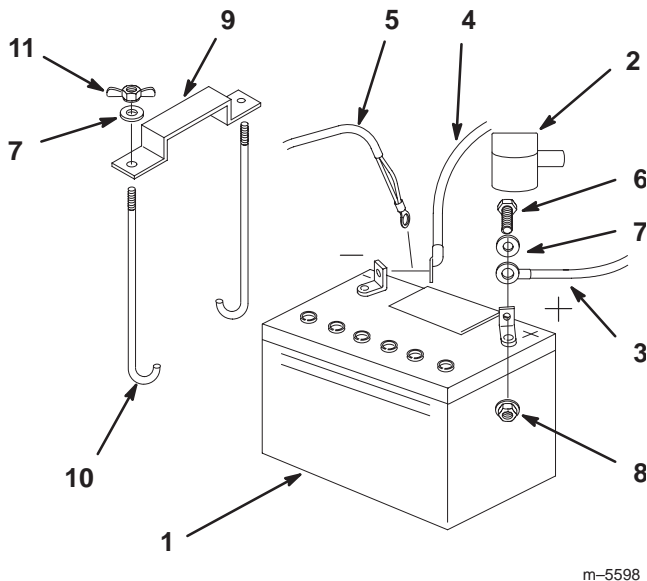

Figure 61
1. Placez la batterie dans son support en tournant les bornes vers le moteur (Fig. 61).
4. Fixez les câbles à l'aide de 2 boulons (1/4 x 3/4"), 2 rondelles (1/4"), ainsi que 2 contre-écrous (1/4") (Fig. 61).
6. Fixez la batterie en position avec des boulons en J, une barrette de maintien et 2 rondelles (1/4"), ainsi que 2 écrous papillons (1/4") (Fig. 61).
3. Débranchez d'abord le câble négatif et le câble de masse de la borne négative (-) de la batterie (Fig. 61).
4. Ôtez le capuchon rouge de la borne positive (rouge) de la batterie. Retirez ensuite le câble positif (rouge) de la batterie (Fig. 61).
5. Retirez les deux écrous papillons (1/4") de fixation de la barrette de maintien de la batterie (Fig. 61).